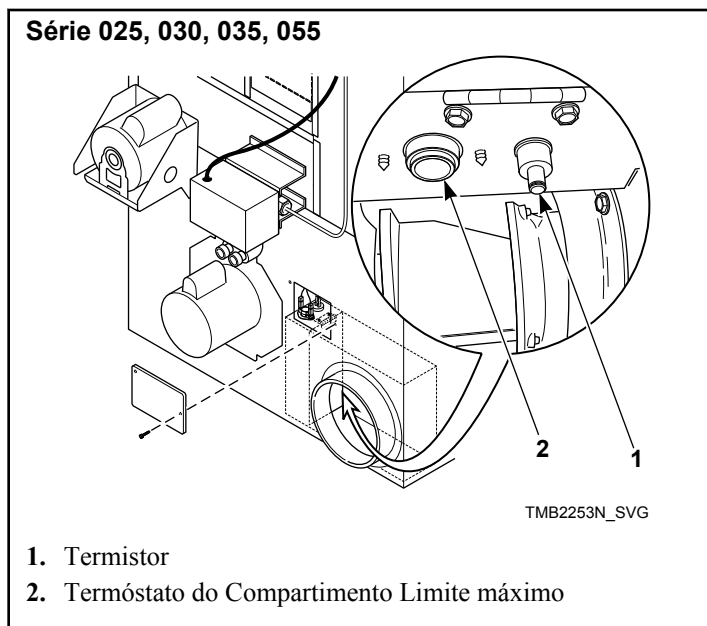
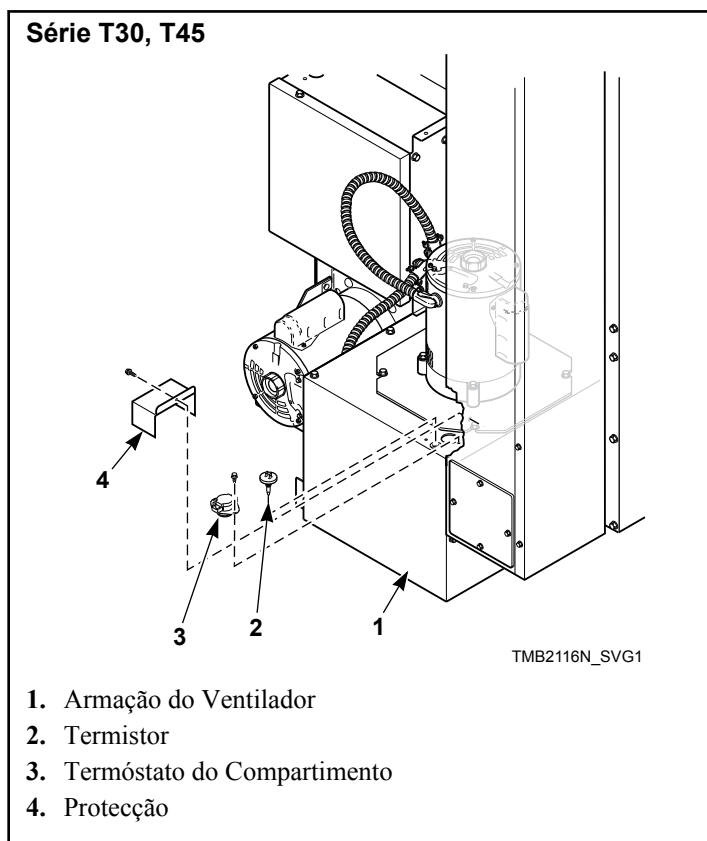

Figura 65
Figura 66
- e. Elimine o algodão do termostato e termistor de limite elevado do compartimento. Consulte a *Figura 65* e *Figura 66*.